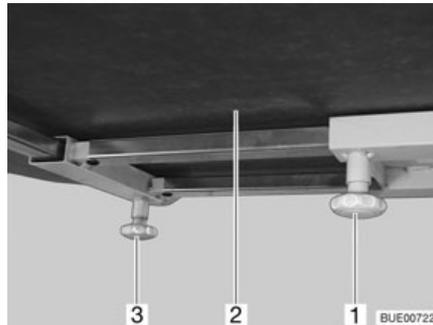

Fig. 85 Mesa fija
- Aflojar el tornillo moleteado (Fig. 85,1).
- Desplazar a la posición deseada el tablero de la mesa (Fig. 85,2).
- Aflojar el tornillo moleteado (Fig. 85,3).